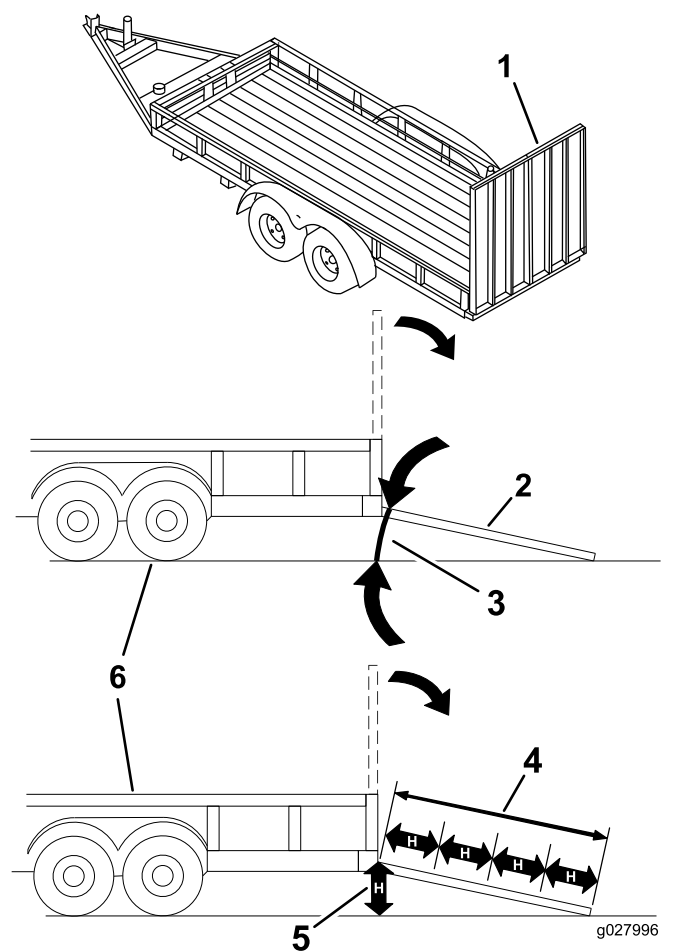

Figure 38
Le chargement d'une machine sur une remorque ou un camion augmente les risques de renversement et peut provoquer des blessures graves voire mortelles (**Figure 38**).
3. Abaissez la rampe pour que l'angle avec le sol ne dépasse pas 15 degrés (Figure 38).
1. Abaissez la rampe pour que l'angle avec le sol ne dépasse pas 15 degrés (Figure 38).